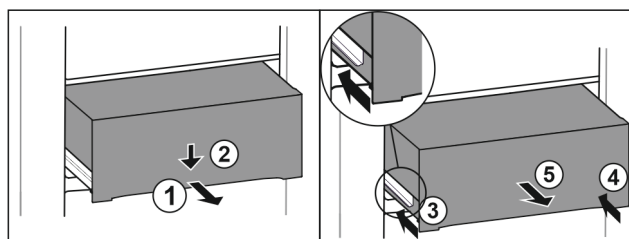

Fig. 90
- ▶ Extraiga el cajón hasta la mitad. *Fig. 90 (1)*
- ▶ Presionar hacia abajo el cajón de la parte delantera. *Fig. 90 (2)*
- ▶ Introducir el carril izquierdo unos 2 cm. *Fig. 90 (3)*
- ▶ Introducir el carril derecho unos 2 cm. *Fig. 90 (4)*
- ▶ Extraiga el cajón hacia delante. *Fig. 90 (5)*